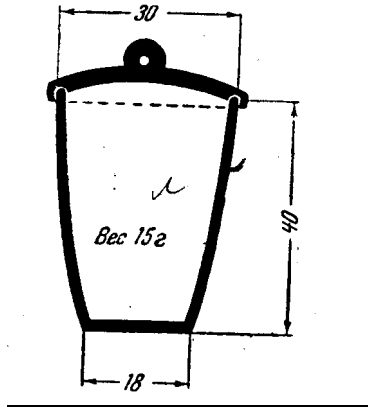

Рисунок 2 - Фарфоровий тигель для визначення виходу летючих речовин
3. Тіглі фарфорові глазуровані з притертими кришками (рис.2)